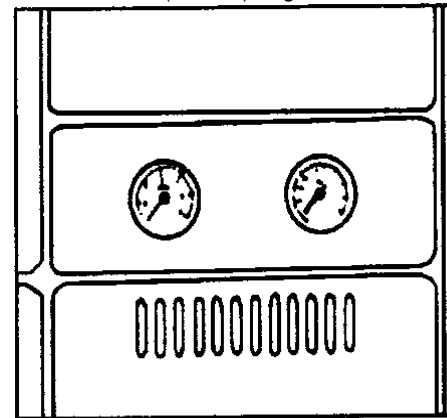

Bild 5
6.3 THERMOMETER UND MANOMETER (Abb. 1, Pos. 16 und 17; und Abb. 5)
Am Herd, am Zusatzdeckel (Abb. 1, Pos. 24) zwischen Füll- und Aschentür, sind Thermometer und Manometer eingebaut (Abb. 1, Pos. 16 und 17; und Abb. 5), so dass sie zusätzlich in die Installation nicht eingebaut werden müssen.